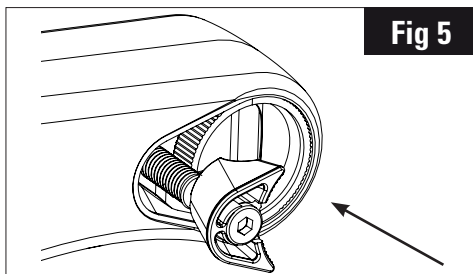

Fig 5
4. Den aus Stöpsel und Schrauben bestehenden Bausatz in die entsprechende Aussparung im Vorbau-Gehäuse (3) einsetzen. (Abb. 5)